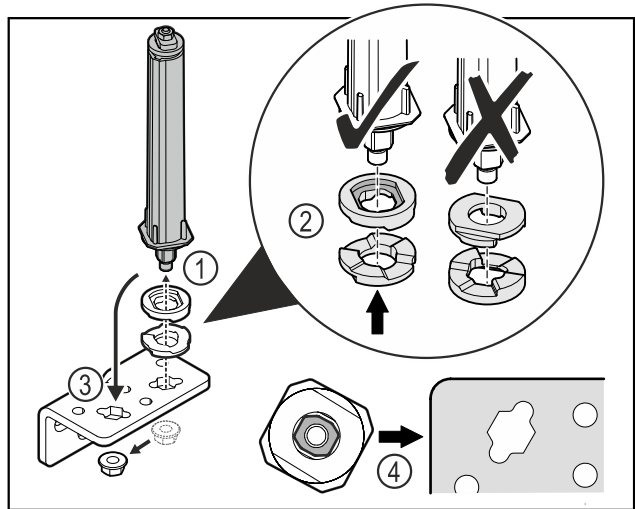

Fig. 50
- ▶ Λύστε το παξιμάδι και αφαιρέστε το σύστημα κλεισίματος πόρτας Fig. 50 (1).
- ▶ Βεβαιωθείτε για τη σωστή ευθυγράμμιση των ροδελών ρύθμισης ύψους Fig. 50 (2).
- ▶ Μεταφέρετε το σύστημα κλεισίματος πόρτας στη γωνία μεντεσέ και στερεώστε με το παξιμάδι Fig. 50 (3).
- ▶ Κατά την τοποθέτηση βεβαιωθείτε για τη σωστή ευθυγράμμιση του συστήματος κλεισίματος πόρτας Fig. 50 (4).